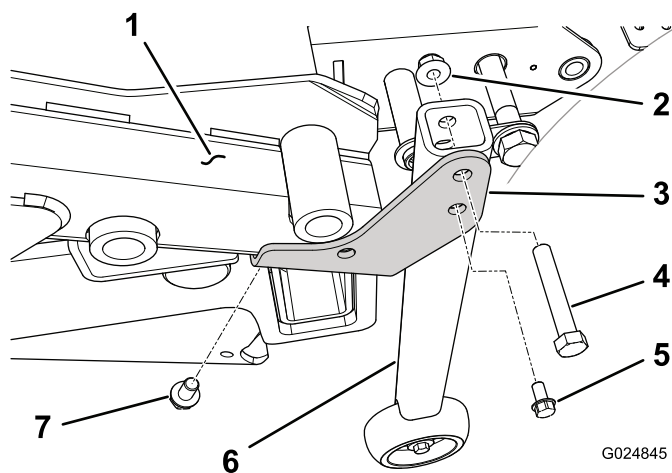

Figura 96
- Sui trattorini con numero di serie superiore a 313000001, montate una staffa di conversione (destra o sinistra) sulla parte inferiore dell'angolo posteriore appropriato del telaio del piatto con una vite autofilettante (3/8 x 5/8 poll.) (Figura 96).
- Montate il gruppo di supporto del tubo verticale sulla staffa di conversione (destra o sinistra) su ciascun angolo del telaio del piatto con una vite (3/8 x 2-1/4 poll.) e un dado flangiato (3/8 poll.) (Figura 96).